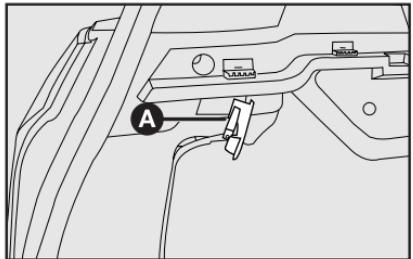

fig. 46
2) quite la lámpara sacándola de su alojamiento **A**-fig. 46 y cámbiela por una lámpara nueva.